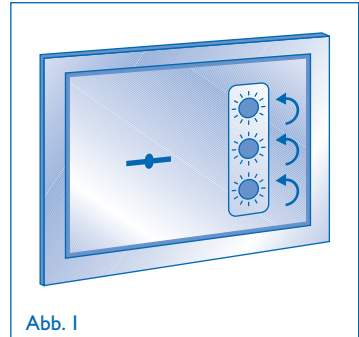

Abb. 1
- Assicurarsi che i selettori siano a ZERO ruotandoli verso sinistra (senso antiorario), fino all'arresto (Fig. 1).
- A) Sicherstellen, daß die Wahlschalter auf null stehen, indem man sie nach links (im Gegenuhrzeigersinn) bis zum Anschlag verdreht (Abb. 1).